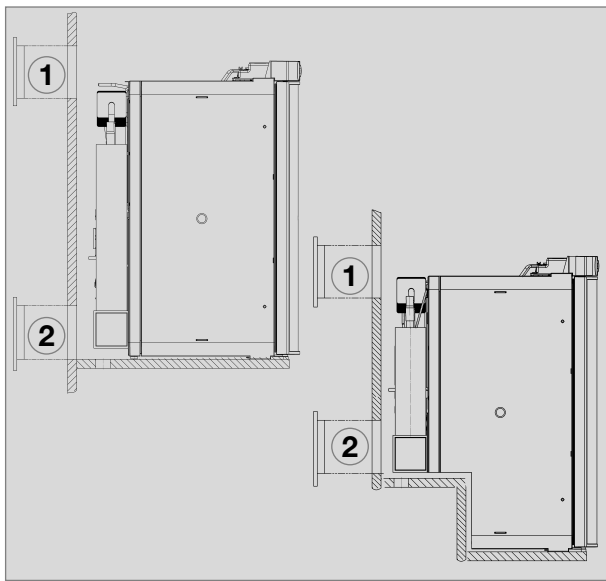

Fig. 16
**La rejilla de ventilación superior debe colocarse lo más arriba posible sobre el condensador (1, Fig. 16). La rejilla de ventilación inferior deberá colocarse a ras del suelo del vehículo (Fig. 16,17) para que en caso de que se escape el gas aún no quemado (más pesado que el aire), salga directamente al exterior.**